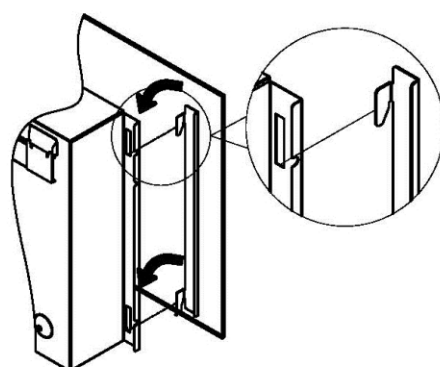

Fig.4
- Posizionare il pannello di vetro anteriore sulla parte anteriore del riscaldatore allineando i ganci su ciascun lato del pannello di vetro con le fessure su ciascun lato del corpo del riscaldatore (vedere la Fig. 4). Quindi far scorrere il pannello di vetro in posizione. Anche in questo caso sono necessarie due persone per questa operazione.